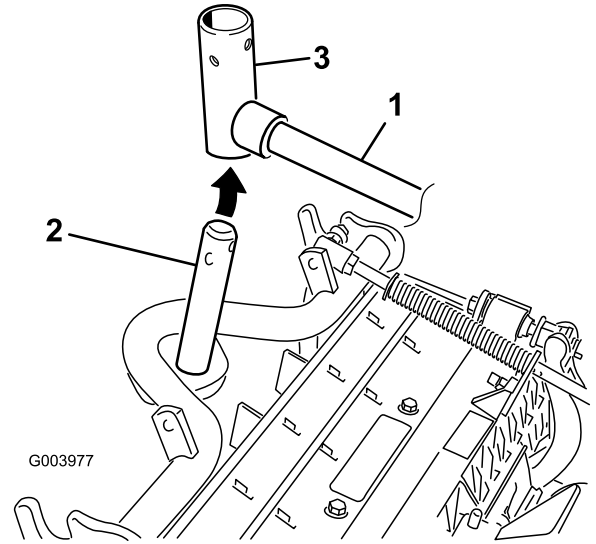

图11
8. 对于前滚刀组，把滚刀组滑到提升臂下方（图11），并将承载架轴向上插入提升臂轴轭。
- B. 将提升臂轭插入承载架轴的上方（图11）。